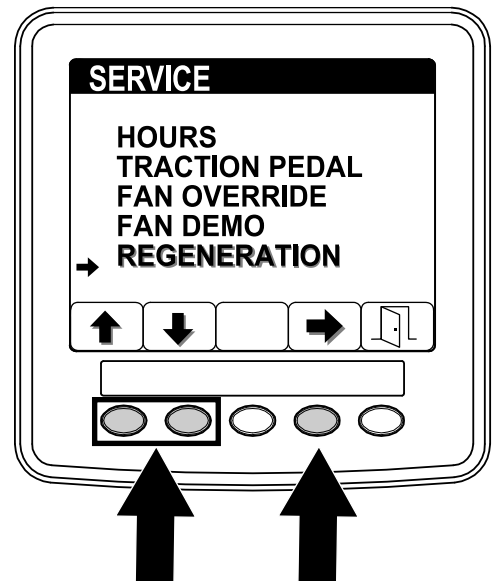

Figure 67
2. Dans le menu ENTRETIEN, appuyez sur le bouton n° 1 ou n° 2 pour naviguer jusqu'à l'option RÉGÉNÉRATION et appuyez sur le bouton n° 4 pour sélectionner RÉGÉNÉRATION (Figure 67).